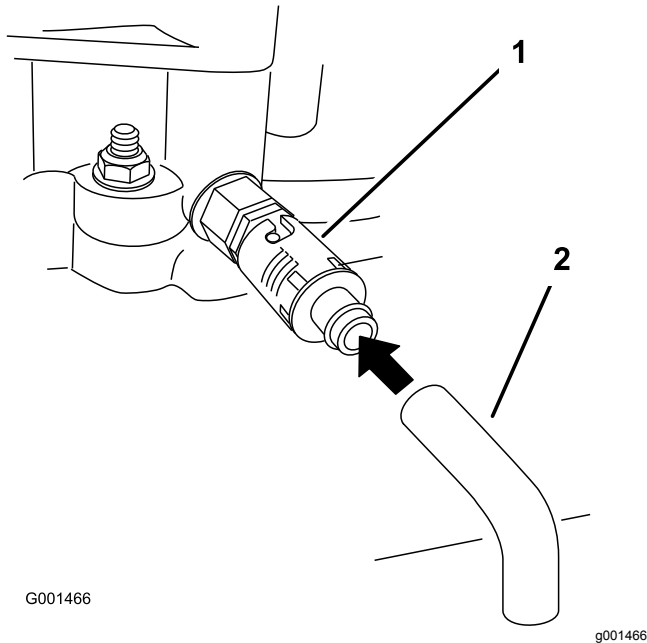

Figure 23
7. Tournez le robinet de vidange pour permettre à l'huile de s'écouler (Figure 23).
9. Enlevez le flexible de vidange (Figure 23).